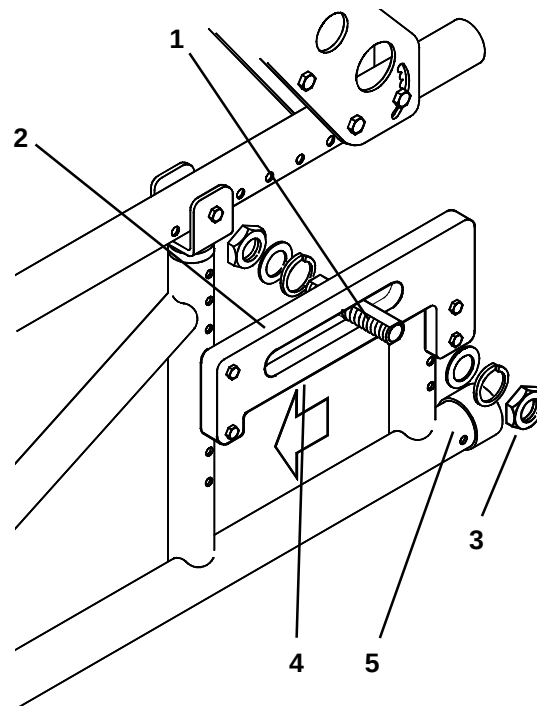

Fig. 37
Le centre de gravité (Fig. 37) s'ajuste en déplaçant la chemise de l'axe (1) vers l'avant ou vers l'arrière dans la plaque de l'axe (2). Pour déplacer la chemise de l'axe, dévissez suffisamment l'écrou d'attache extérieur (3) d'une ouverture de 28 mm afin de permettre à l'ensemble de chemise d'axe de glisser dans la plaque de l'axe. Trouvez la position désirée et couplez l'écrou d'attache à 81 Nm.